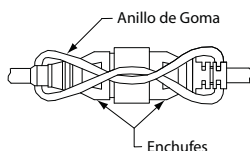

Figura 2 — Fije el Enchufe con el Anillo de Goma
4. Use los anillos de goma (2) para fijar todos los enchufes, como se muestra en la Figura 2.